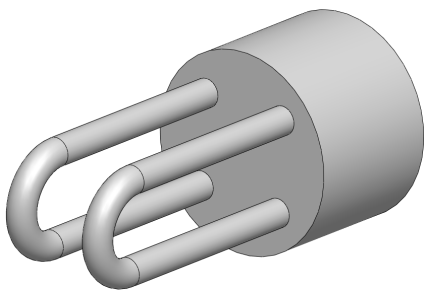

图 16-8 镜向实体特征
(5) 单击【镜向】按钮，弹出【镜向】属性管理器，选择右视基准面为镜向面，选择扫描特征为镜向对象，单击【确定】按钮，即可镜向实体特征，如图 16-8 所示。